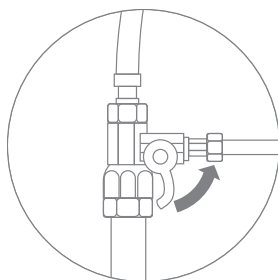

Рис. 20
5. Откройте подачу воды (рис. 20). После заполнения фильтра водой закройте кран чистой воды, проверьте фильтр на герметичность.